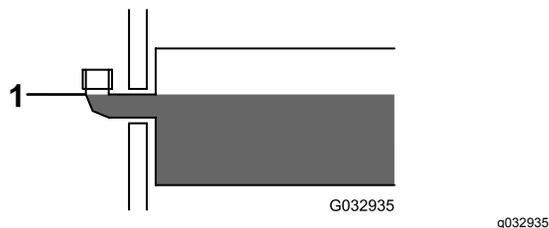

Figura 32
3. Retire el tapón de llenado del depósito hidráulico (Figura 32).
4. Llène lentamente el depósito con fluido hidráulico de alto rendimiento BOSS hasta el fondo del codo de llenado (Figura 32).